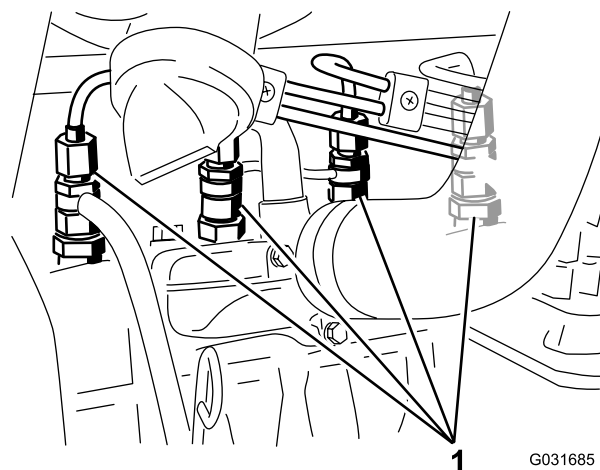

Figure 42
1. Desserrez le raccord entre l'injecteur n° 1 et le porte-injecteurs (Figure 42).